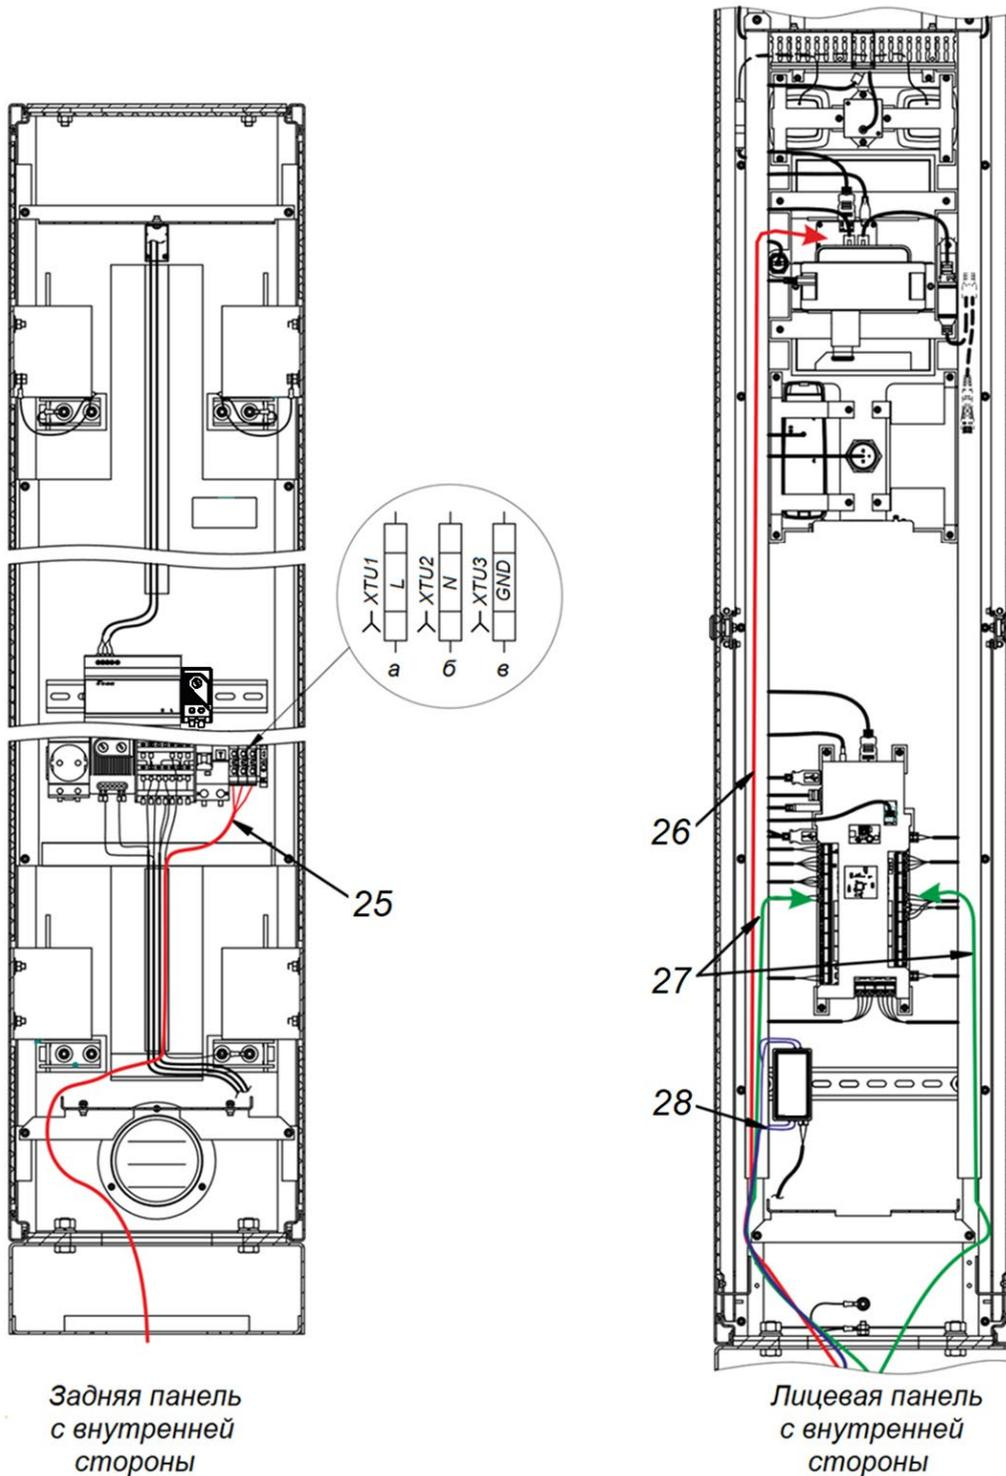

Рисунок 5. Схема прокладки кабелей в стойке
Перед установкой стойки необходимо предусмотреть подводку кабелей питания и управления. Например, перед заливкой бетона проложите кабель-канал (пластиковая труба, гофра и т.д.) с кондуктором для протяжки кабелей, концы и соединения кабель-каналов зафиксируйте и тщательно загерметизируйте для предотвращения попадания в них смеси. При использовании готовых оснований выполните штробление, укладку и финишное закрытие кабель-канала. Схема прокладки кабелей в стойке показана на рис. 5.
3. Откройте боковую дверцу стойки (1) или (2), для этого откройте замок дверцы ключом, входящим в комплект поставки. Может потребоваться немного прижать дверцу в области замка. Потяните дверцу на себя за край, расположенный ближе к лицевой панели стойки.
5. Протяните кабели внутри стойки. Рекомендуемое расположение кабелей при прокладке внутри стойки показано на рис. 5. Кабели рекомендуется проводить через перфорированные коробки. Для удобства прокладки снимите верхние крышки коробов. По завершении прокладки установите крышки коробов на место.
6. Подключите кабель питания (25) к зажиму наборному (17) согласно схеме на рис. 5: